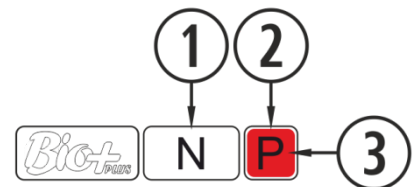

Figura 4
Para realizar el encendido debemos pulsar la tecla Ⓞ (botón encendido - apagado) del panel de mandos. El punto ③ de la figura 4 cambiará su color, a medida que la estufa pasa por las diferentes fases de encendido.
Dicho icono viene acompañado con la señalización del mensaje de seguridad Axxx, ver *figura 4* punto ③. Puede indicar un fallo de sensores o motores de la estufa. Véase tabla que se incluye a continuación.